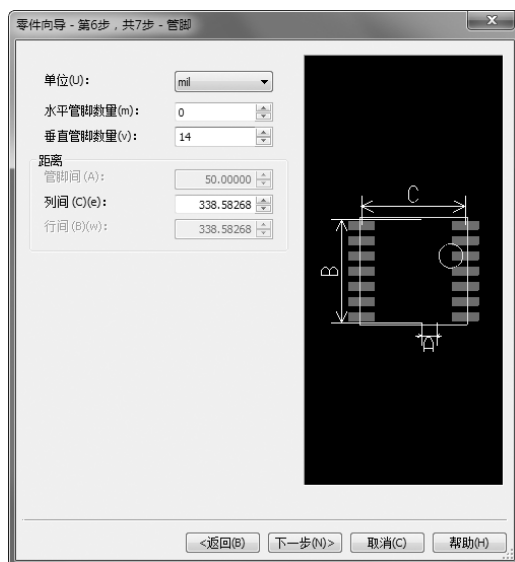

图 14-49 焊盘间距设置界面
5) 单击“下一步”按钮，进入焊盘数目设置界面，设置引脚间距，如图 14-49 所示。